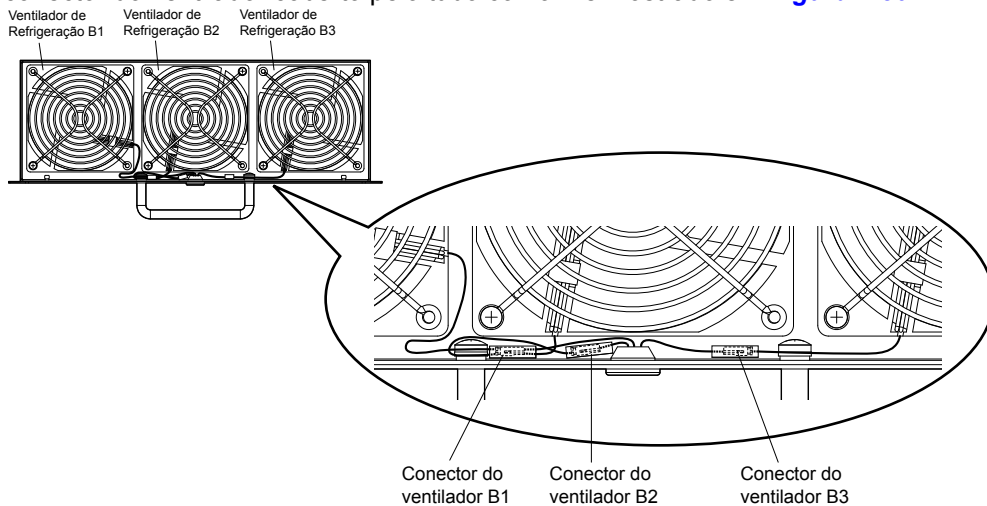

Figura 7.30 Fiação do ventilador de refrigeração: 4A0414
2. Posicione o conector do ventilador coberto pelo tubo conforme mostrado em Figura 7.30.